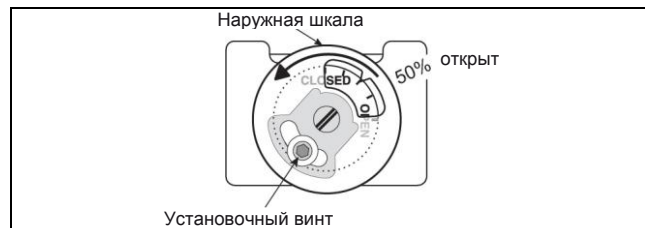

Рис. 4.3. Ручной газовый дроссельный клапан, открытый на 50%
- Откройте ручные газовые дроссельные клапаны на каждой горелке на 50%. См. Рис. 4.3. В случае использования регулируемой ограничительной диафрагмы выверните регулировочный винт на 5 полных оборотов (360°) из полностью завернутого положения.